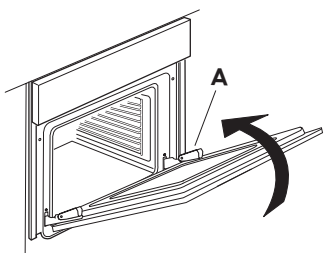

Abb. 2
3. Schließen Sie die Tür bis zum Anschlag (A), heben Sie sie an (B) und drehen Sie sie (C), bis sie aushakt (D) (Abb. 2, 3 und 4).
Das Türsicherheitselement kann durch Befolgen der Bildsequenzen abgebaut werden (siehe Abb. 2).